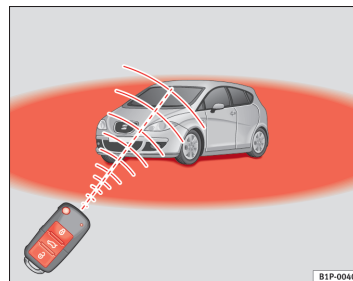

Fig. 63 Område, hvor fjernbetjeningen virker
- Fjernbetjeningen virker kun, når du er i dens virkeområde ⇒ Fig. 63 (rødt område).